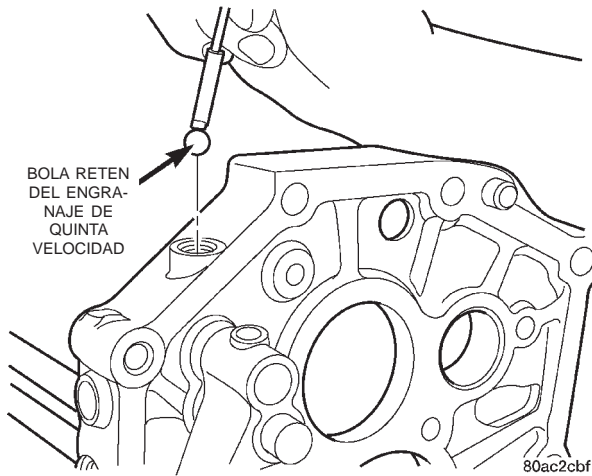

Fig. 68 Desmontaje de la bola retén del engranaje de quinta velocidad
(24) Retire la bola retén del engranaje de quinta velocidad (Fig. 68) y el pasador de seguro.